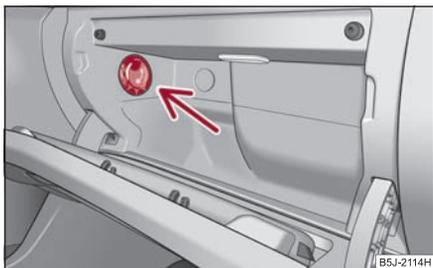

Abb. 104 Ablagefach: Bedienung der Kühlung
- Mit dem Drehschalter ⇒ **Abb. 104** schalten Sie die Kühlung ein bzw. aus.